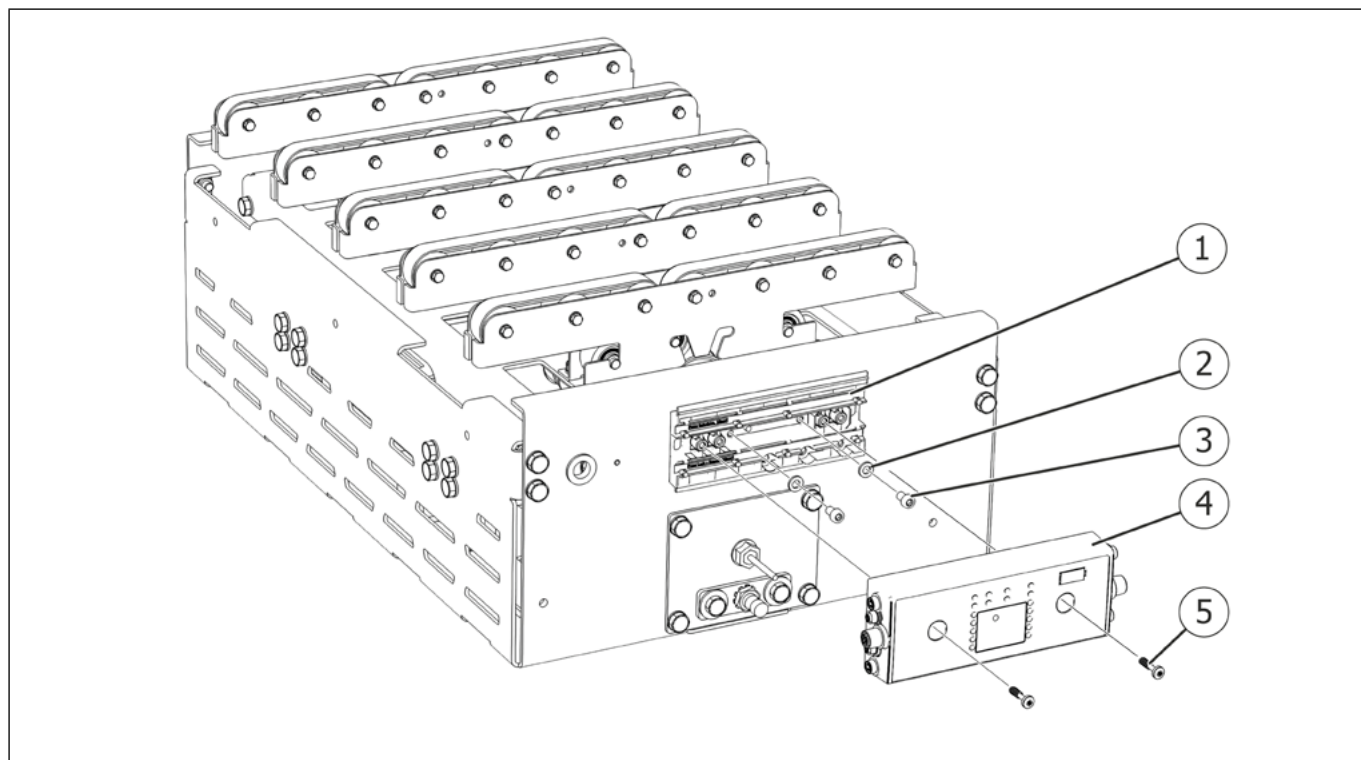

Fig. 19
1. Dévisser les vis de fixation (Fig. 19/5) du MultiControl et retirer le MultiControl (Fig. 19/4) de la plaque arrière (Fig. 19/1) en le tirant vers l'avant.
2. Retirer le câble d'interface de la plaque arrière (Fig. 19/1).
3. Desserrer les vis à six pans creux (Fig. 19/3) et les retirer avec les rondelles (Fig. 19/2), retirer la plaque arrière du boîtier du module.
4. Visser la plaque arrière (Fig. 19/1) du nouveau MultiControl sur le boîtier du module avec les vis à six pans creux (Fig. 19/3) et les rondelles (Fig. 19/2).
6. Placer le MultiControl (Fig. 19/4) par l'avant sur la plaque arrière et le visser sur la plaque arrière à l'aide des vis de fixation (Fig. 19/5).